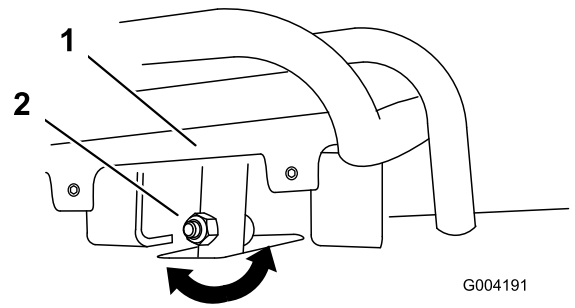
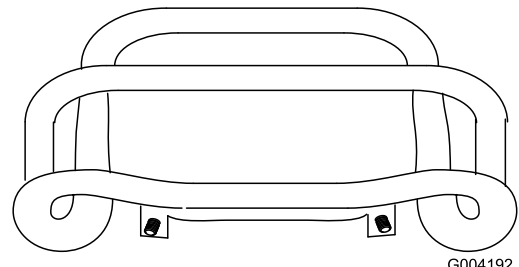

Figura 49
Figura 50
4. Si la parte delantera del control de tracción no queda enrasada con y paralela a la barra de referencia, afloje la tuerca y el perno del tubo del control de tracción (Figura 49).
5. Ajuste el control de tracción hasta que quede enrasado con la barra de referencia al tirar del mismo hacia atrás del todo (Figura 49 y Figura 50).
- C. Afloje la tuerca con arandela prensada y el perno del tubo del control de tracción (Figura 49).
I. Ajuste el control de tracción hasta que quede enrasado con la barra de referencia al tirar del mismo hacia atrás del todo (Figura 49 y Figura 50).